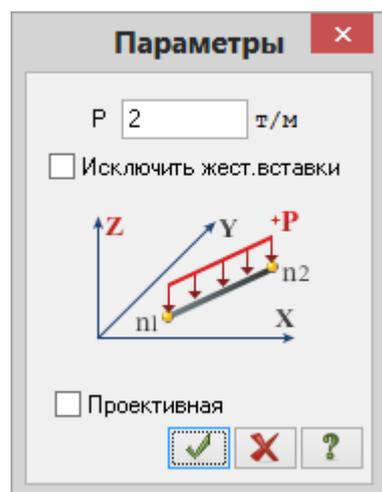

Рис.12.22. Диалоговое окно **Параметры**
- В этом окне задайте интенсивность нагрузки $p = 0.9$ т/м (рис.12.22).